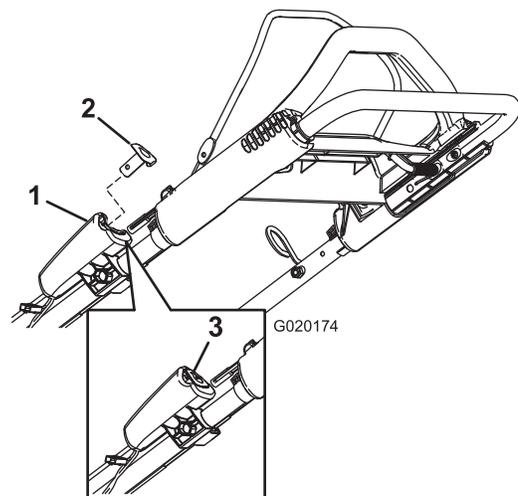
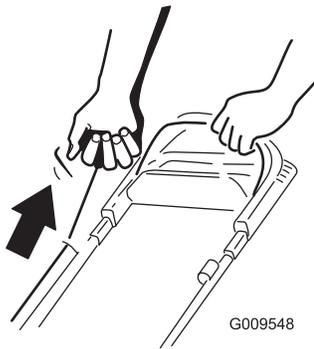

Figura 13
Figura 14
2. Pulse el botón de arranque eléctrico (Figura 13) (modelos de arranque eléctrico solamente) o tire de la cuerda del arrancador de retroceso (Figura 14).
Nota: Si se ha retirado el botón de arranque eléctrico, introdúzcalo en el arrancador eléctrico; consulte Figura 13 (modelo de arranque eléctrico solamente).
con fuerza (Figura 14). Deje que la cuerda vuelva lentamente al manillar.